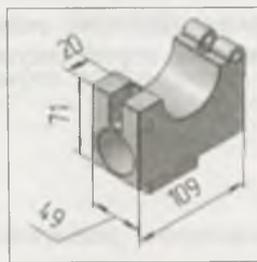

Рис. 28.3. Простановка линейных размеров на модели **Захват**
На рис. 28.3 представлена модель **Захват** с проставленными линейными размерами.
- ◆ вызовите команду **Угловой размер**. На панели **Параметры: Угловой размер** (рис. 28.3) элементы ввода точно такие же, как и при простановке размеров в графическом редакторе. Далее в соответствии с указанием в **Строке сообщений** необходимо выделить курсором любые базовые объекты: два прямолинейных, два плоских или прямолинейный и плоский. При этом возможны три варианта построения углового размера: